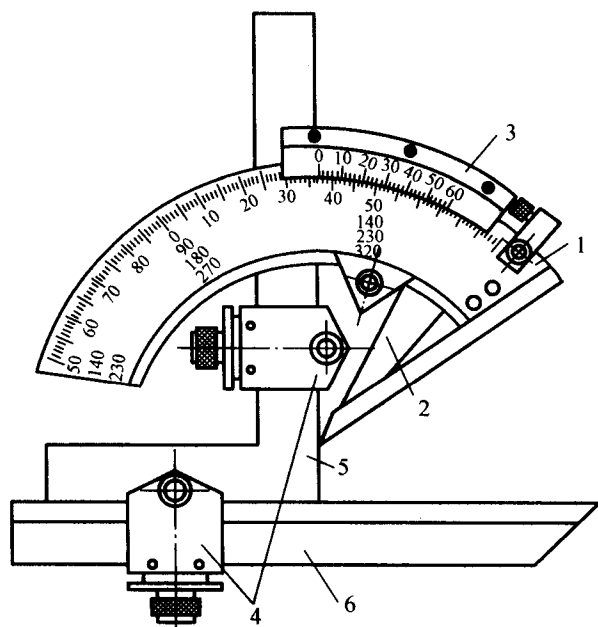

图 1-5 万能游标角度尺
(1) 万能游标角度尺的结构 万能游标角度尺主要由尺身、扇形板、基尺、游标、 90° 角尺和卡块等组成,如图 1-5 所示。
(2) 万能游标角度尺的刻线原理 角度尺尺身刻线每格为 1° ,游标共有 30 个格,等分 29° ,每格为 $29^\circ/30 = 58'$,尺身 1 格和游标 1 格之差为 $1^\circ - 58' = 2'$,因此它的测量精度为 $2'$ 。
(3) 万能游标角度尺的读数方法 万能游标角度尺的读数方法与游标卡尺的方法相似:先从尺身上读出游标零刻线前的整度数,再从游标上读出角度数,两者相加就是被测工件的角度数值。